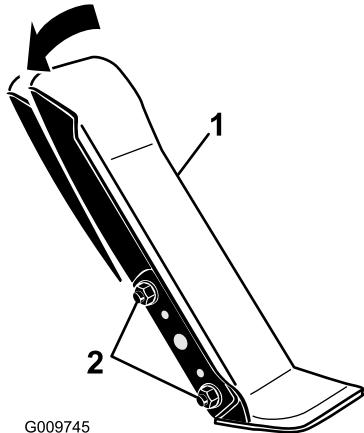

図 71
- 走行ペダルの左側をブレケットに固定しているナットとボルト（各2）をゆるめる（図 71）。
- 走行ペダルを希望の角度に調整しナットで固定する（図 71）。